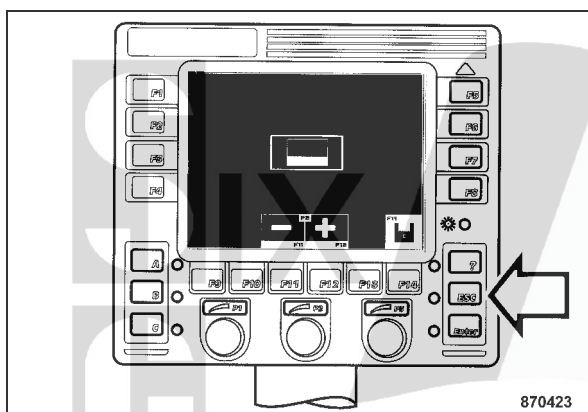

fig. 84
- Appuyer sur "ESC" (fig. 84) pour revenir dans l'écran d'accueil.